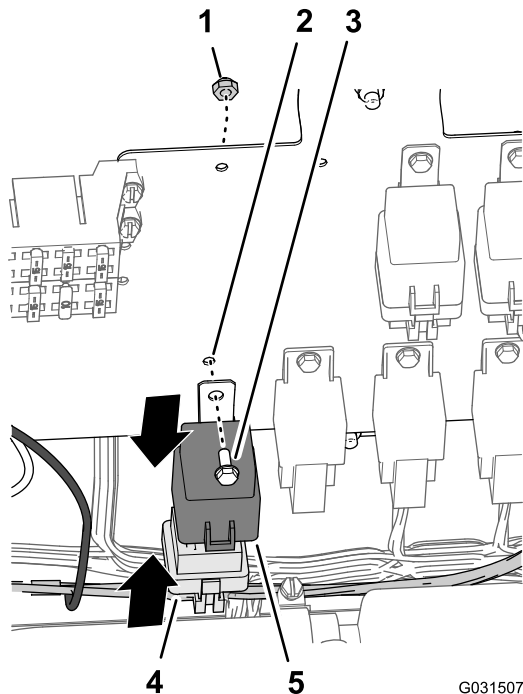

図 201
1. エンジンルーム用の 197cm の枝についている5ソケットコネクタを、リレーに合わせる 図 201。
2. コネクタのソケットにリレーのピンを挿入する 図 201。
3. リレーの取り付けタブについている穴を、配線パネルの穴に合わせる 図 201。
4. パネルにリレーを固定する 図 201 フランジヘッドボルト#10 x 1/2"とロックナット#10を使用する。